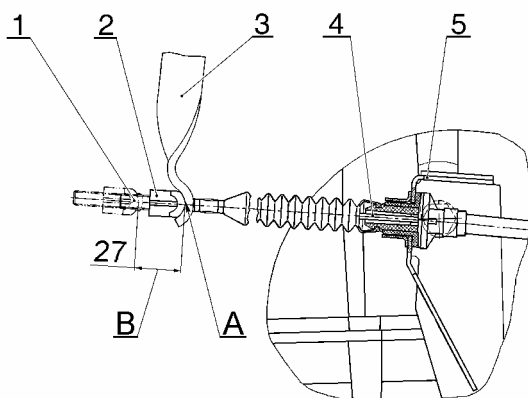

Рис. 1. Механизм привода сцепления автомобиля ВАЗ-11183:
- вывести наконечник 1, рис. 1, троса привода сцепления из паза рычага 3 вилки выключения сцепления;